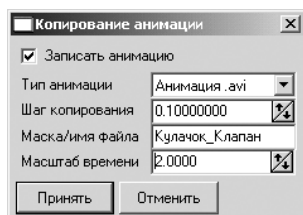

Рис. 2.40. Диалоговое окно **Копирование анимации** с установленными параметрами
- введите в поля нужные вам параметры. Это может выглядеть так, как показано на рис. 2.40;